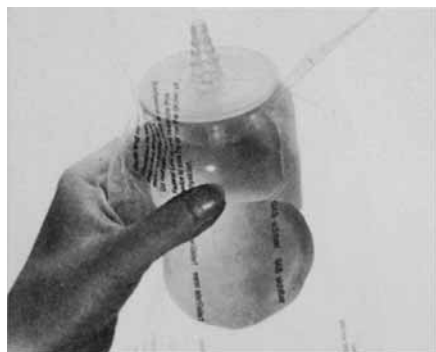
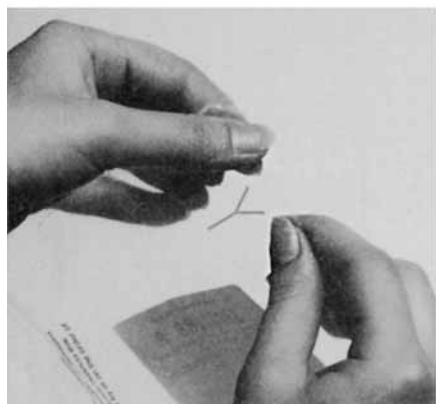

Abb. 1/Fig. 1
Abb. 2/Fig. 2
6.3. Controllate che il lato di entrata del dispositivo per filtrazione a pressione si trovi sotto la linea di strappo per aprire la confezione. Il lato di entrata è riconoscibile dagli otto fori per l'aerazione distribuiti a cerchio (vedi fig.1). I lati dell'unità sono inoltre segnati con «IN» = entrata e con «OUT» = uscita. Se avete ordinato il Sartolab-P20/Sartolab-P20 plus con campana di riempimento, questa si trova già montata sul lato di uscita. Quando avrete posizionato correttamente l'unità, aprite la confezione lungo la linea di strappo (vedi fig. 2).